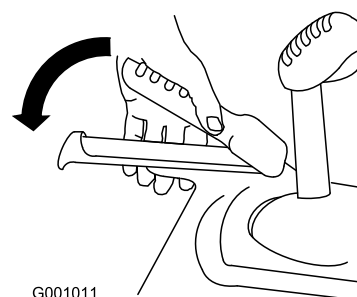

Figure 27
1. Pour engager la transmission aux roues, serrez le levier gauche (déplacement) contre la poignée (Figure 27).